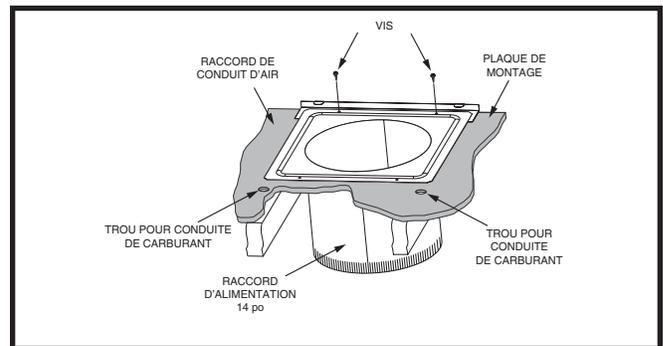

Figure 13. Raccord de conduit circulaire installé
- Installez la plaque de montage sous la surface arrière du raccord de conduit. Voyez la Figure 13 \(page 8\). **REMARQUE :** Alignez les trous pour vis dans les deux composantes.